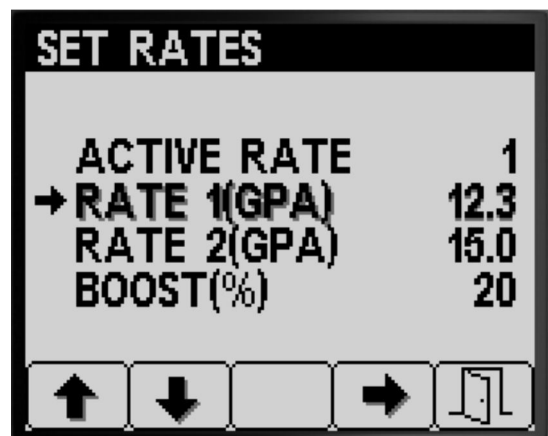

图 6
1. 按 1 号或 2 号按钮导航至 RATE 1 喷洒率 1 或 RATE 2 喷洒率 2 选项图 6。
2. 按 4 号按钮选择打药机 RATE 喷洒率选项图 6。